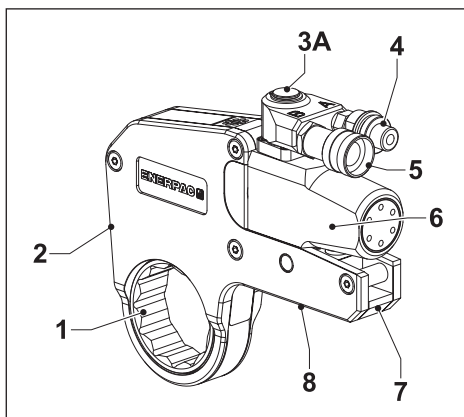

Fig. 1
3.1 Översikt och detaljer (Fig. 1 och 2)